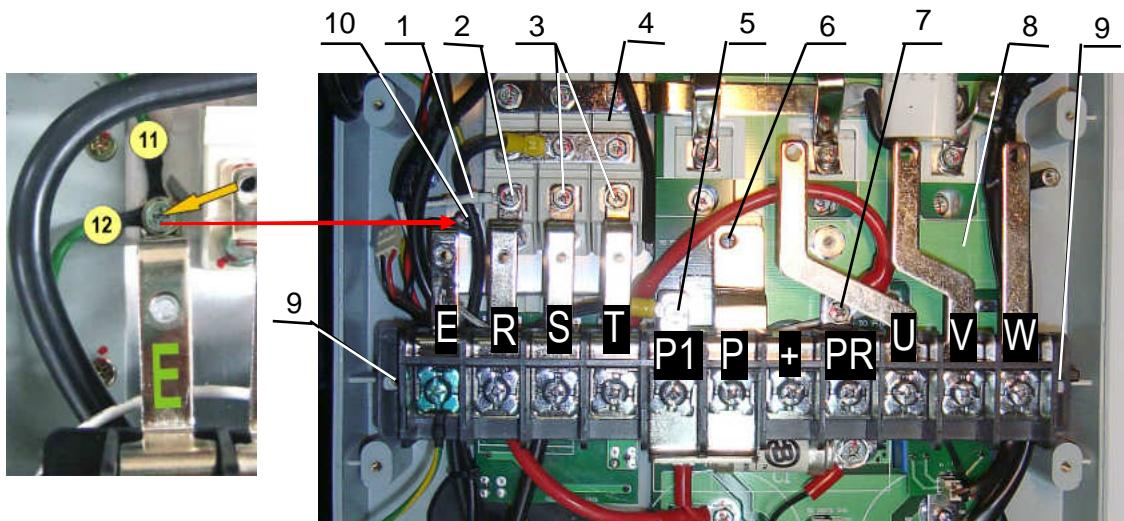

Рис. 6.11. Демонтаж клеммника
- 6.9.1. Выкрутить винт 2 (M5x12) крепления шины клеммной колодки R к диодно-тиристорному модулю 4 (рис.6.11). Снять наконечник провода предзаряда 1 (рис. 6.11). Положить винт в тару.
- 6.9.2. Выкрутить два винта 3 (M5x12) крепления шин клеммной колодки S и T к диодно-тиристорному модулю 4 (рис.6.11). Положить винты в тару.
- 6.9.3. Выкрутить винт 5 (M5x12) крепления наконечника провода реактора к шине клеммной колодки P1 (рис.6.11). Положить винт в тару.
- 6.9.4. Выкрутить винт 6 (M4x8) крепления шины клеммной колодки P к плате конденсаторов 8 (рис.6.11). Положить винт в тару.
- 6.9.6. Выкрутить винт 10 (M5x12) крепления шины Е и наконечников проводов заземления 11 и 12 к радиатору (рис. 6.11). Положить винт в тару.